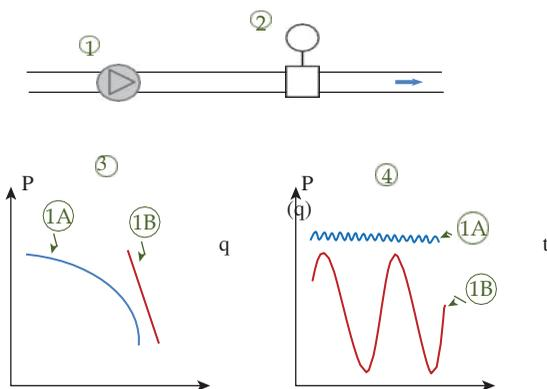

Рисунок 1.10
На рис. 1.10 насос (1) направляет жидкость на расходомер (2), установленный ниже по потоку. Проиллюстрирована связь между давлением и расходом для двух широко используемых принципов работы насоса. Синяя линия (1A) показывает отношение в центробежном насосе, и красная линия (1B) показывает отношение в объемном (положительном размещении) насосе. На первом графике (3) видно соотношение между давлением и расходом (q), а на втором графике (4) – давление и время (t). С центробежным насосом, как правило, наблюдается небольшое, но высокочастотное изменение давления в трубопроводе. С объемным насосом, гораздо медленнее и более большое изменение давления. Частота и амплитуда зависят от типа используемого насоса. Однако обе версии насоса могут нарушить измерительное оборудование установленное по потоку. После объемного насоса, часто необходимо использовать специально сконструированный измеритель прокачки для того чтобы дать стабилизированное и правильное чтение.